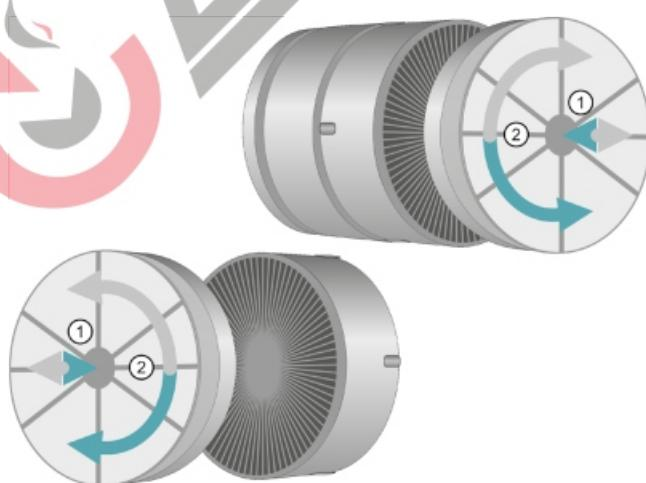

Рис. 14 Установка угольного фильтра
2. Вставьте угольный фильтр и поверните его в часовом направлении. То же самое проделайте со второй стороной мотора (рис. 14).